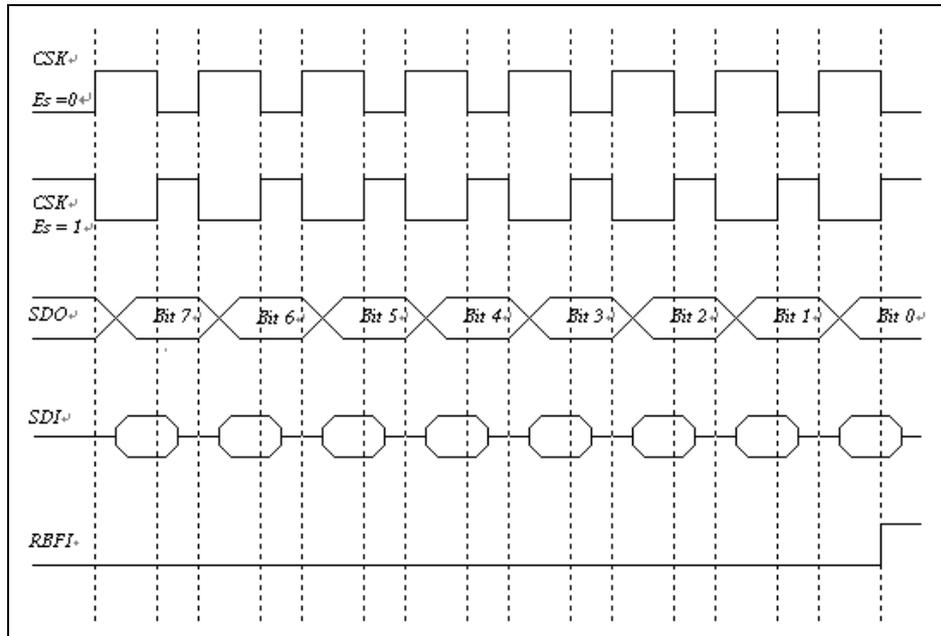
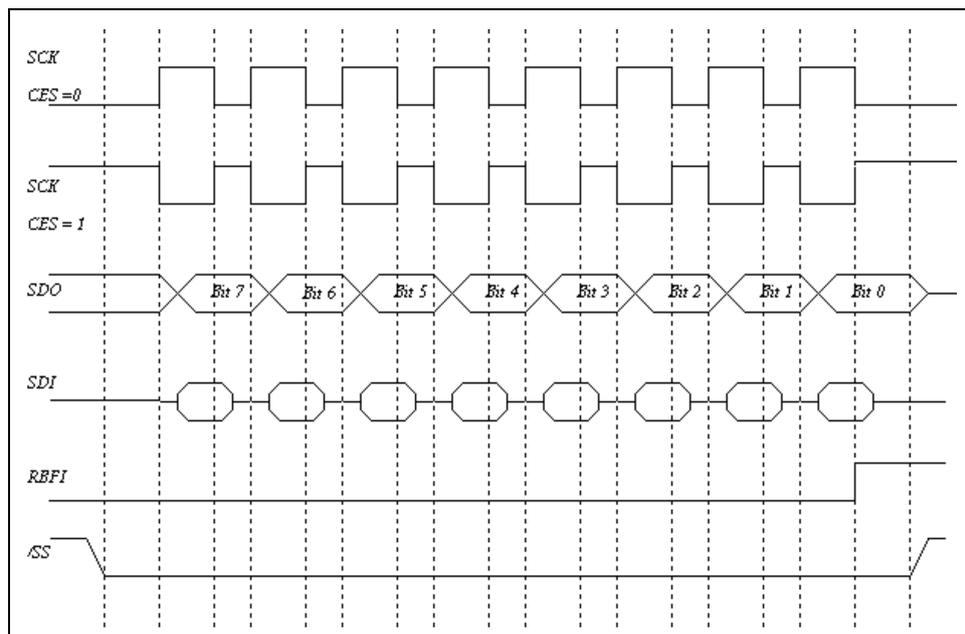

图 6-10a /SS禁止时的 SPI模式时序图
图 6-10b /SS使能时 SPI模式的时序图
- 时序如下图6-10a & 6-10b。
- 时序如下图6-10a & 6-10b
- 时序如下图 6-10a & 6-10b
设定 CES 位来选择 SCK 边沿。波形如上图 6-10a，适用于 eKTF5832 在 /SS 禁止时的主或从模式。下图 6-10b 的波形图适用于 /SS 使能时的从模式